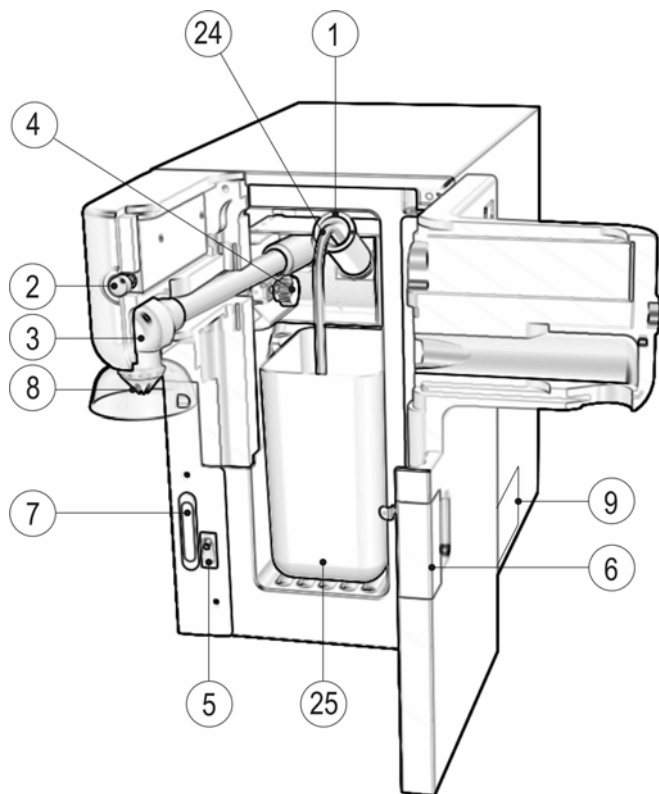
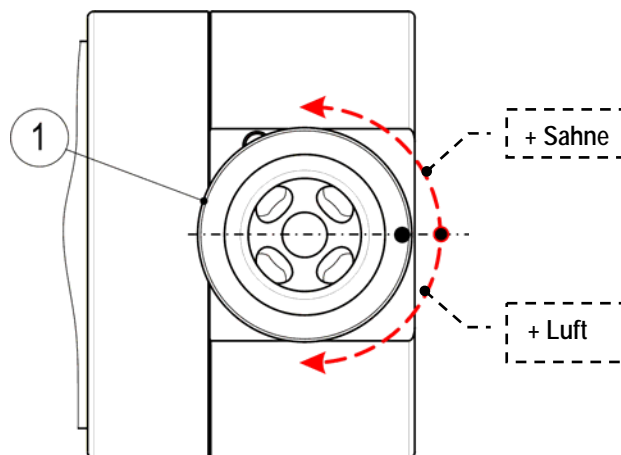

Abb.1
Abb. 2
- Den Schalter "1" (Abb. 1) einschalten; das Aufleuchten der grünen Kontrollleuchte bedeutet das Vorhandensein von Spannung.
- Beachten Sie, dass der Thermometer "7" (Abb. 1) einen Temperaturwert von mindestens 6°C anzeigen muss, bevor die Sahne auszugeben.
Am Anfang den Regler "1" (Abb. 2), wie in der Abbildung gesetzt, einstellen. Die Schlagsahne tritt bei Druck "8" (Abb.1) auf den Angabe-Druckknopf "2" (Abb. 1) aus der Dekorationsdüse aus.
Überprüfen ob die beiden Griffschrauben "4" (Abb. 1) festgeschraubt sind. Wenn innerhalb von 20 sec. Nach Drücken des Druckknopfes "2" (Abb. 1) keine Angabe erfolgt, einen Teelöffel flüssige Sahne in den einigen dafür vorgesehenen Trichter am Regler "1" (Abb. 1) gießen. Die Maschine stellt ein Luft-Sahne Gemisch her, des Verhältniswerte durch Steuerung des Reglers "1" (Abb. 2) wie von den Pfeilen angegeben, einstellbar sind: durch drehen im Uhrzeigersinn wird das Gemisch mit Luft angereichert und die enthaltene Flüssigkeit vermindert.
Den Schalter "5" (Abb. 1), ausschalten; das Erlöschen der grünen Kontrollleuchte bedeutet, dass keine Spannung mehr vorhanden ist.
Den Hauptschalter "5" (Abb. 1) drücken, grüne Leuchtanzeige einschaltet. Ein Gefäß auf die Tropfschale stellen, das Rohr "24" (Abb. 4), herausziehen, das Ausgabedruckknopf "2" (Abb. 1) bei gleichzeitigem gießen eines lauwarmen Flüssigreinigungsmittel in die Öffnung des Reglers "1" (Abb. 1).